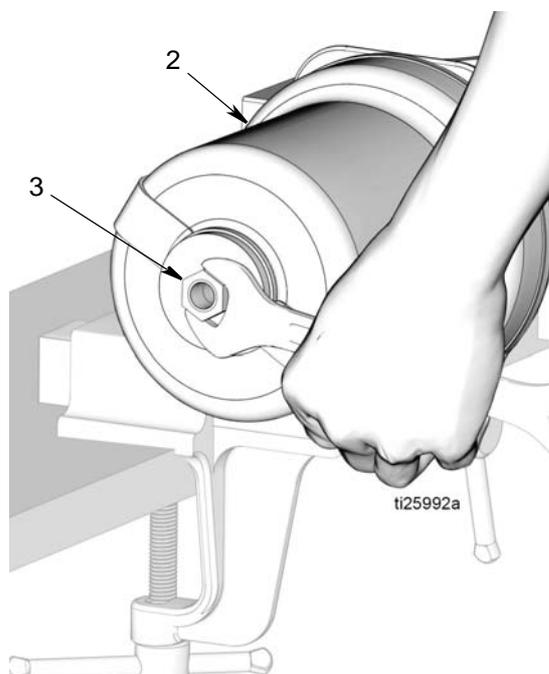

Рис. 54
- е. Накрутите стопорную гайку поршня (3) на верхнюю часть пневматического цилиндра (2), как показано на Рис. 54. Затяните гайку гаечным ключом. Затягивать гайку следует с усилием 15 - 17 футофунтов (20.3 - 23.1 Н·м).